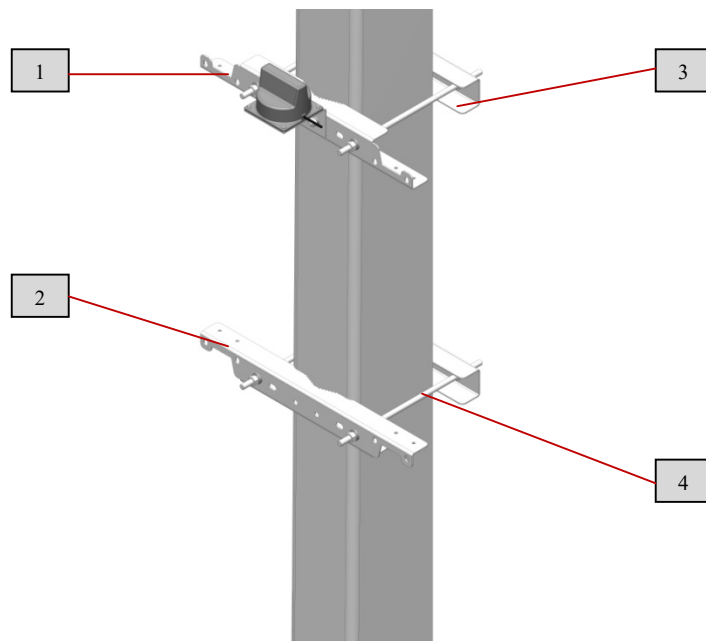

Рис.40 Установка держателя для шкафа управления
Установить верхний (1) и нижний (2) швеллеры монтажного комплекта на опору как показано на рис.40 на расстоянии 712мм друг от друга. Для фиксации на опоре использовать ответные швеллеры (3) и шпильки M12 (4).